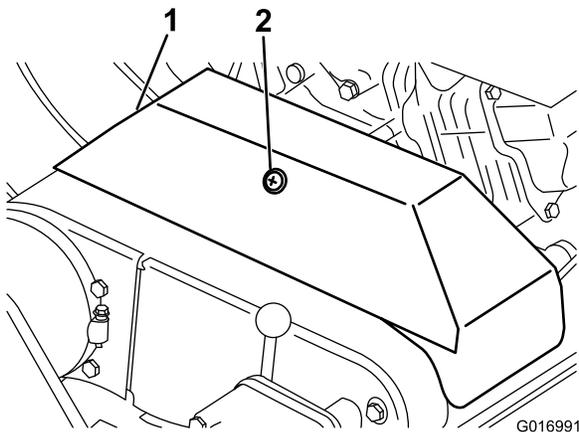

Figure 33
3. Desserrez le dispositif de retenue du couvercle de la courroie trapézoïdale et ouvrez le couvercle (Figure 33).